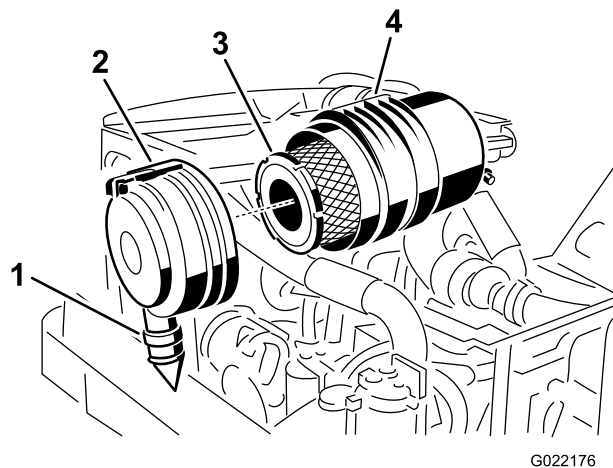

Рисунок 119
4. Снимите фильтр грубой очистки (Рисунок 119).